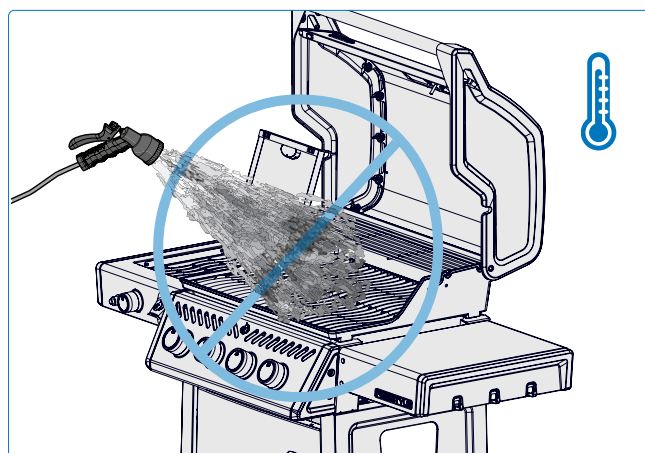

Abb. 27
1. Löschen Sie niemals eine Flamme und kontrollieren Sie keine Aufflammungen mit Wasser (**Abb. 27**)